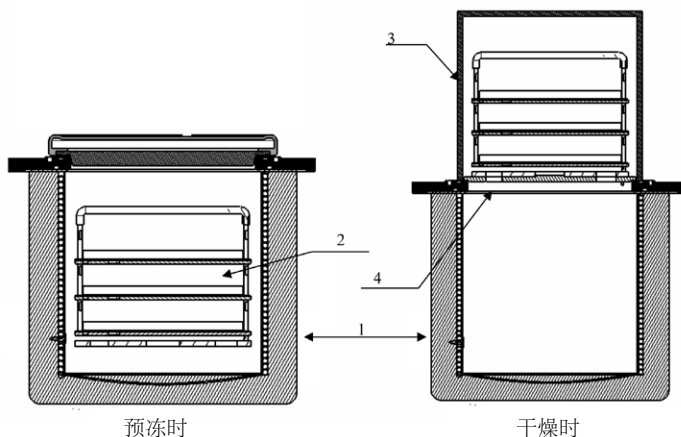

图2 预冻、干燥时的设备状况示意图
- 2.2 将装有物料的托盘放置于冻干架上，再放入冷阱中，如图 2 中预冻时显示所示。